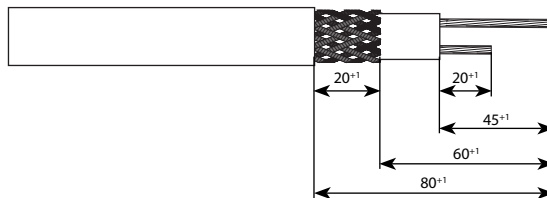

Рис. 1
- 5.1. Снять оболочку с одного конца ленты на длине 80 мм (рис. 1).
- 5.3. Удалить изоляцию у обоих токопроводящих жил на длине 45⁺¹ мм (рис. 1).
- 5.4. Укоротить одну жилу на 25 мм (рис. 1).